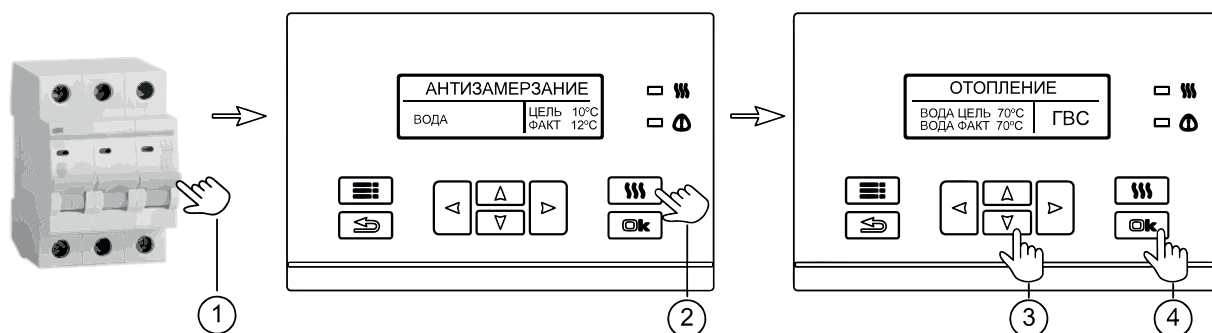

Рисунок 3. Включение и выключение прибора
8.1 Включение и выключение прибора выполняется через внешний автоматический выключатель (см. рис. 3).